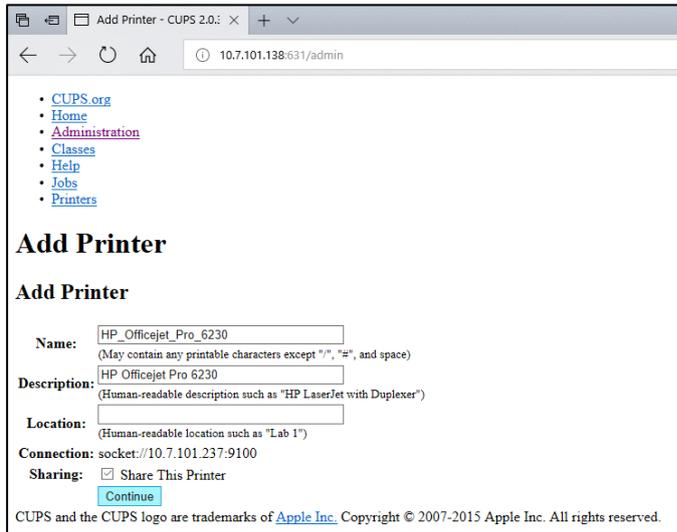

Figura 76. Ecrã Add printer (Adicionar impressora).
5. Selecione Share this printer (Partilhar esta impressora) e prima Continue (Continuar) (Figura 76, página seguinte).